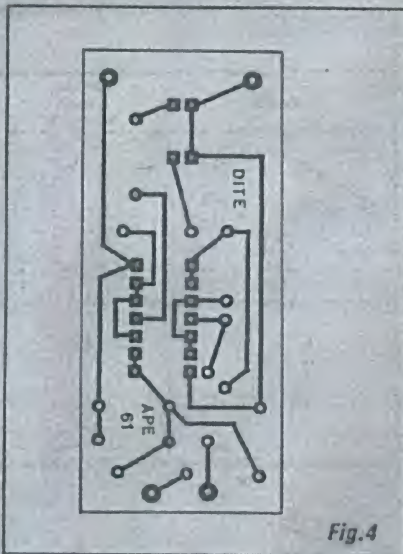

Fig.4
- FIG. 4 - LAY OUT DO CIRCUITO IMPRESSO ESPECÍFICO - De muito fácil realização, a placa do Impresso específico mostra um padrão de ilhas e pistas pouco "congestionado" (as partes cobreadas são vistas em preto, na figura, escala 1:1...), mesmo porque os componentes são poucos e foram propositalmente distribuídos de forma não muito "apertada"... Ainda assim, as dimensões e formas finais resultaram elegantes, compactas e práticas para a acomodação no pretendido *container* (mais detalhes nas próximas figuras...). Na traçagem, recomendamos o uso de decalques, para que tudo fique com aparência bem profissional, e também para reduzir as chances de falhas ou erros de corrosão... Não se esqueçam das várias "higiênes" que a placa precisa, *antes* da traçagem, *depois* da corrosão e *depois* da furação... Confirmam tudo ao final, ainda antes de começar a "enfiar" as "pernas" e terminais de componentes para a soldagem (fica fácil corrigir eventuais lapsos na placa, enquanto a dita cuja ainda se encontra "livre" das peças...).